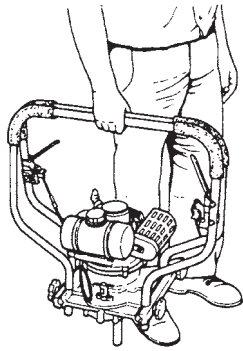

Fig. 13
- 1) Als de handgrepen omhoog geklapt worden, kunnen ze als draaggrepen gebruikt worden. (Fig 13)